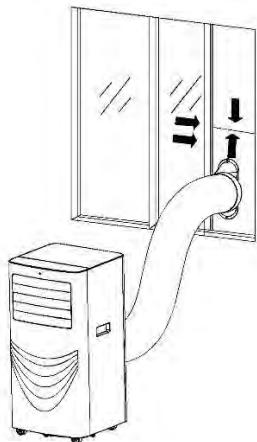
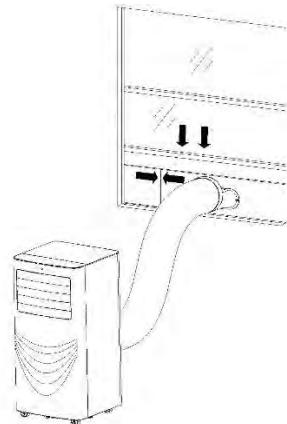

Рис.6
Рис.7
- 2) Вытяните вытяжной шланг и защелкните плоский конец шланга в отверстии уплотнительной пластины окна (как показано на рис. 6 и рис. 7).